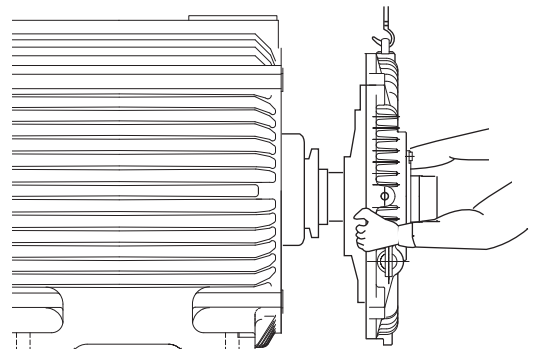

図 15.1 軸受ブラケット取はずし
(1) 連結反対側の軸端をジャッキ又は支持台で支え、軸受ブラケットをわずかに吊り上げます。
(2) フレームと軸受ブラケットの締付けボルトを取りはずし、軸受ブラケットを固定子枠から引き離します。
(3) 回転子を静かに固定子内径にのせます。
(4) 図 15.1 のように軸受ブラケットを吊り上げて取りはずします。